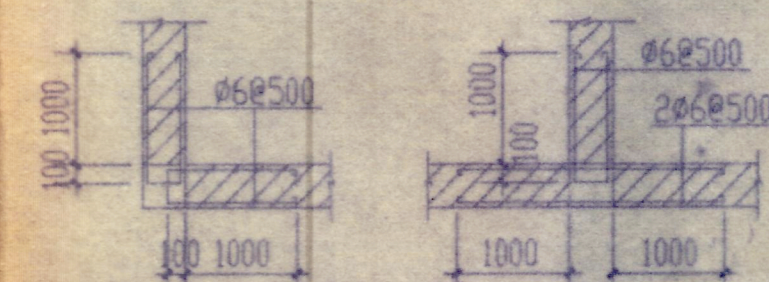

图5
8. 钢筋混凝土柱或构造柱与砖墙相连时, 于柱中每隔500mm 高设置2 $\Phi 6$ 拉结筋, 此筋伸入墙内长度500, 如图5, 构造柱必须在砌墙后再浇筑, 砖墙应砌成马牙槎。